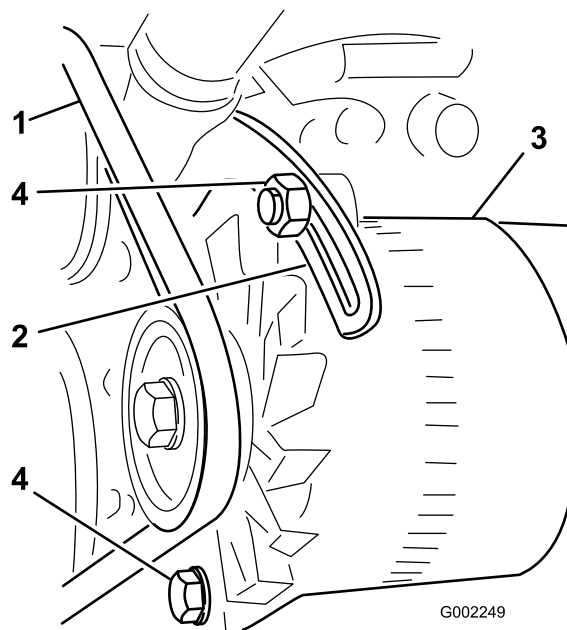

図 94
3. オルタネータのピボット部にあるボルト、およびオルタネータをブレースのスロットに固定しているボルトをゆるめる (図 94)。